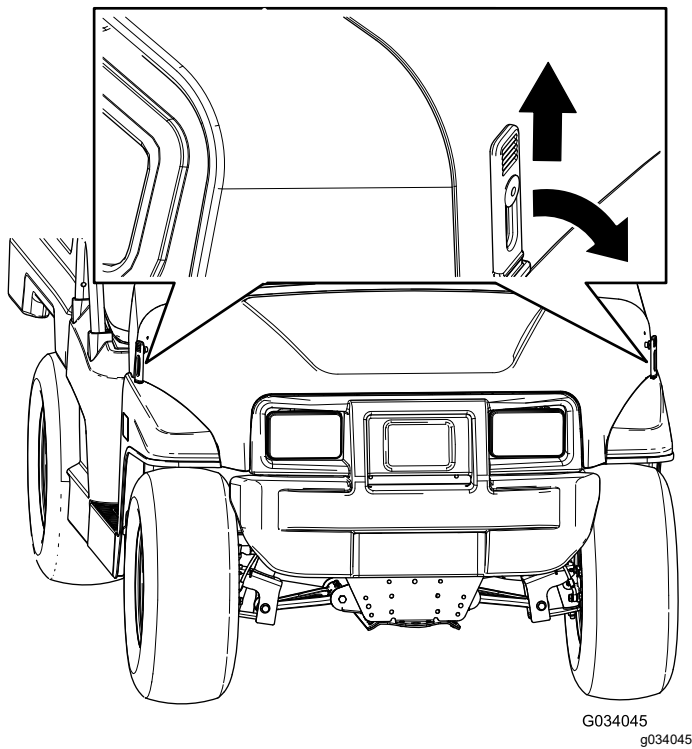

Bild 31
1. Heben Sie den Hebel der Gummiriegel an jeder Seite der Motorhaube an (Bild 31).
2. Fluchten Sie die Gummiriegel auf den Riegelankern an jeder Seite der Motorhaube aus, um die Motorhaube zu befestigen (Bild 31).